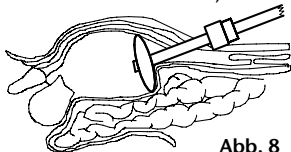

Abb. 8
5. Anschließend ziehen Sie das komplette Instrument etwas zurück, so dass der Ballon von innen fest um die Zugangsöffnung zu liegen kommt. In dieser Lage entriegeln Sie bitte den Feststeller mit Hilfe des Klemmhebels, schieben ihn distal bis auf die Haut vor und verriegeln ihn wiederum mit Hilfe des Klemmhebels in der Endlage (Abb. 8).